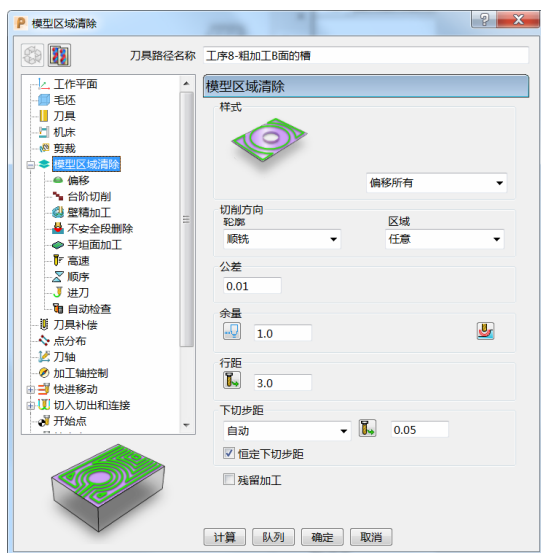

图 6-70
4) 模型区域清除: 样式选择“偏移所有”, 切削方向选择“顺铣”, 区域“任意”, 设定公差“0.01”、余量“1.0”、行距“3.0”、下切步距“0.05”, 勾选“恒定下切步距”。(图 6-70)